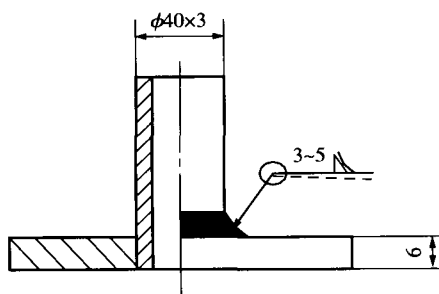

图 1 焊接接头形式示意图
(1) 母材 2A12(LY12)和焊丝的化学成分分别见表 1 和表 2。
(2) 焊接方法的选择:手工钨极氩弧焊。
(3) 焊接设备:方波氩弧焊机: SYNCROWAVE - 350LX。
(4) 钨极:铈钨极。
(5) 国内现行规定,氩气纯度应达到 99.99%。
(6) 接头形式:角接接头,如图 1 所示。
(7) 焊接工艺过程:焊件→清理→装配定位焊→焊接→清理打磨→焊接检验。
(8) 焊接工艺参数见表 3。